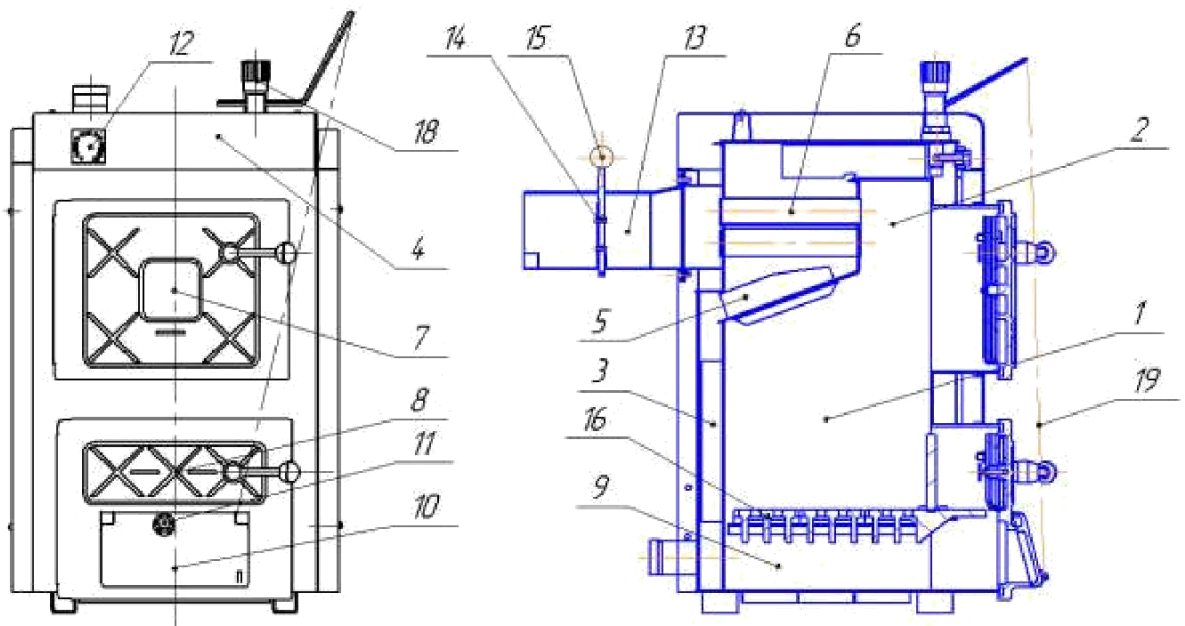

Рисунок 1. Загальний вигляд котла КС-Т-12 та його вузли.
- відкрити за допомогою гвинта 11 (рис. 1) поворотну заслінку 10 (рис. 1) в нижній дверці для вільного підводу повітря під колосникову решітку.